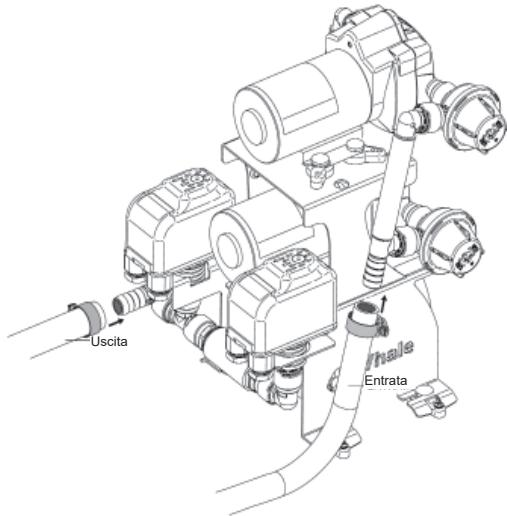

Figura 5c Attacco dell'impianto idraulico del sistema dell'acqua dolce
9. Risoluzione dei problemi	Figura 5C
Fissare le tubazioni ai raccordi di entrata e uscita da $\frac{3}{4}$ " (19 mm) usando delle fascette per tubi flessibili adeguate. Entrata e uscita sono illustrate nella figura 5c. Non serrare eccessivamente.